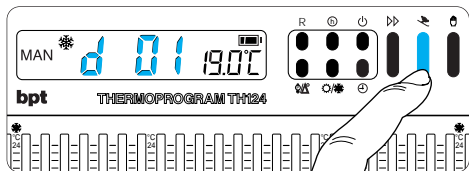

Fig. 31
**9.5** - Premere due volte il pulsante  (fig. 31). Sul display, al posto dell'indicazione dell'ora corrente, compare la scritta **d01**.